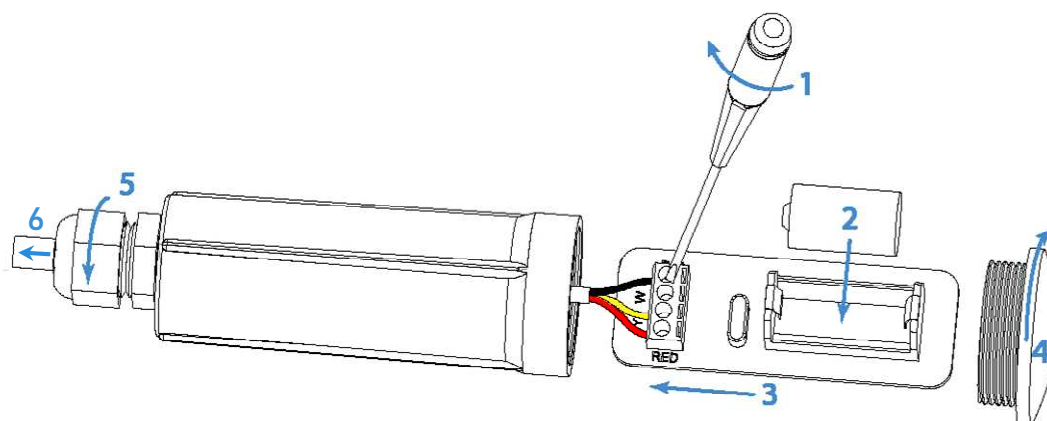
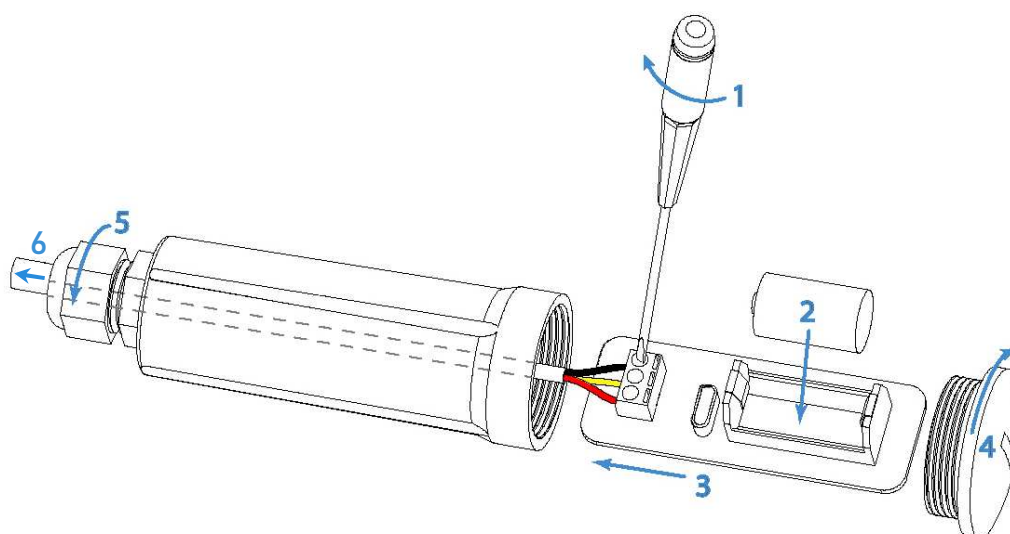

Рис. 2.1 - Подключение зонда Probe B0 к тегу WST-OPB-B0
Рис. 2.2 - Подключение зонда Probe B0 к тегу WST-OPT-B0
1. Открутите торцевую крышку 4 корпуса тега, вращая её против часовой стрелки. Выньте плату тега 3 из его корпуса (см. Рис. 2.1 или Рис. 2.2, в зависимости от типа тега).
4. Ослабьте зажимы клеммного блока, открутив каждый винт блока на 2÷3 оборота против часовой стрелки с помощью отвёртки. Вставьте концы трёх цветных проводов зонда в клеммный блок, соблюдая при этом цветовую маркировку, показанную на Рис. 2.1 или Рис. 2.2, в зависимости от типа тега. Затяните винты клеммного блока с помощью отвёртки.